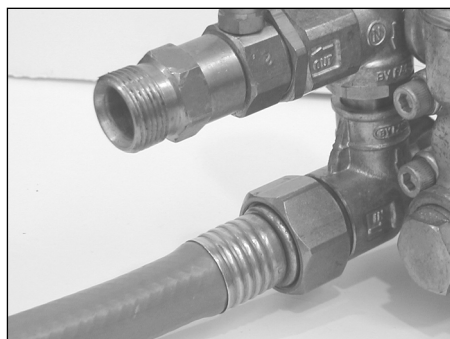

Figure 4 - Fixez le tuyau d'arrosage
4. Fixez le tuyau d'arrosage (non inclus) au raccord d'entrée de la pompe. Voir la figure 4.